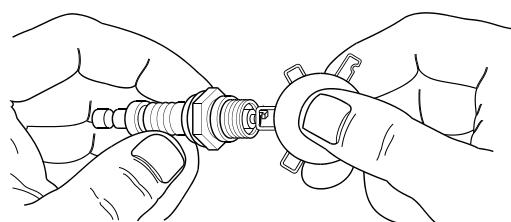

Figure 4-3 : Réglage de l'écartement des bougies d'allumage
5. Vérifiez l'écartement des électrodes à l'aide d'une jauge d'épaisseur à fils. Voir Figure 4-3. Réglez l'écartement en pliant soigneusement l'électrode de masse à :